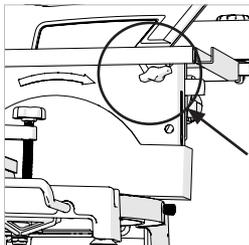

Fig. 4
- Feststellschraube für die Höheneinstellung des Sägefischs lockern (**Abb. 4**)